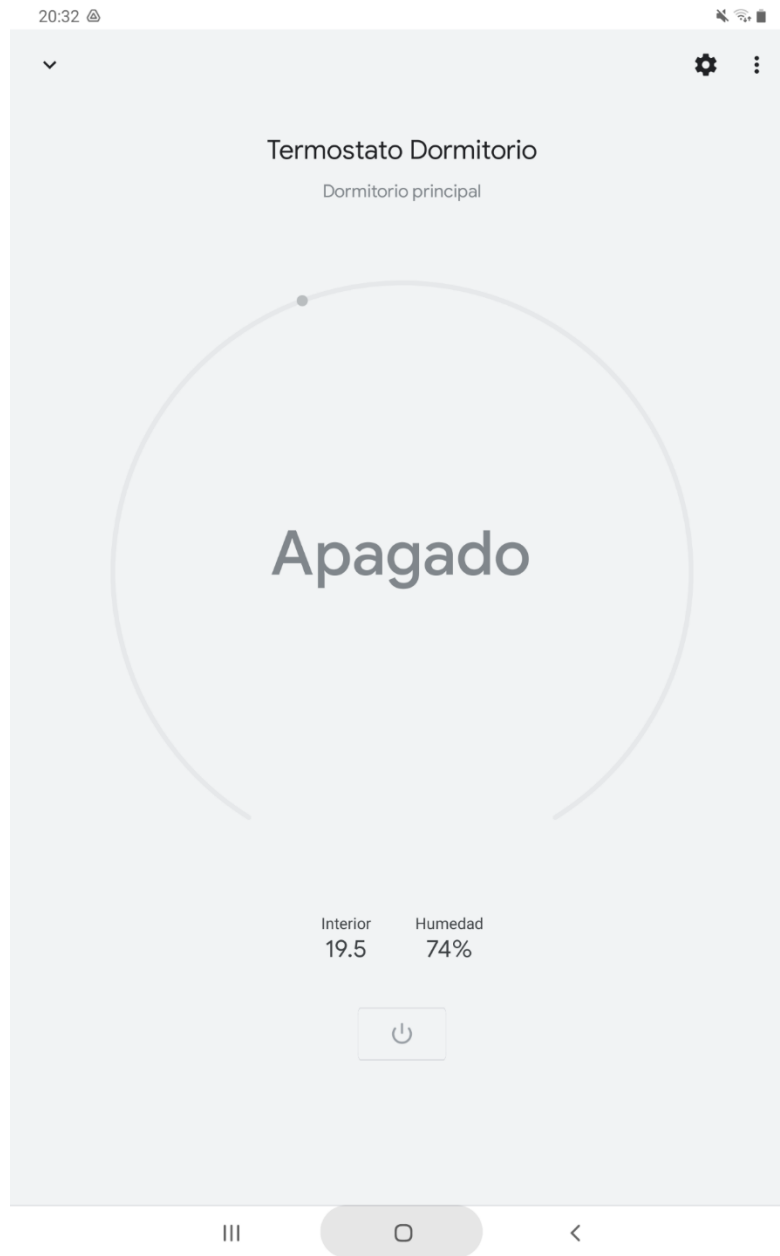

Figura 60. Interfaz Termostato
- Ahora tenemos el termostato. En este encima del botón encendido tendremos el valor de la temperatura en grados centígrados y el porcentaje de la humedad. También en medio del deslizador nos saldrá el estado del aparato que tengamos conectado en la habitación, este se cambia automáticamente con la temperatura límite que hemos puesto en DashBoard. La interfaz se ve en la Figura 60.